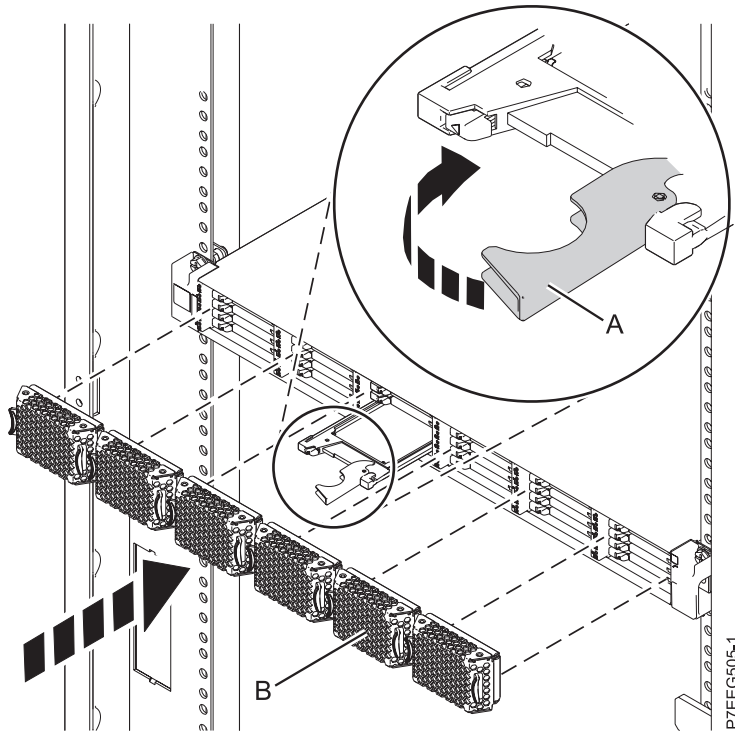

Figure 8. Installation d'une unité SSD dans le Boîtier de stockage PCIe 58/88
1. Avec la poignée en position déverrouillée, alignez l'unité SSD avec les rails de guidage dans le boîtier. Pour plus d'informations, voir figure 8, à la page 18.